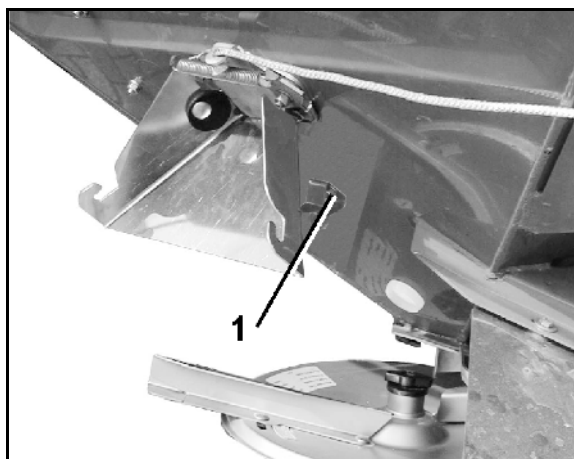
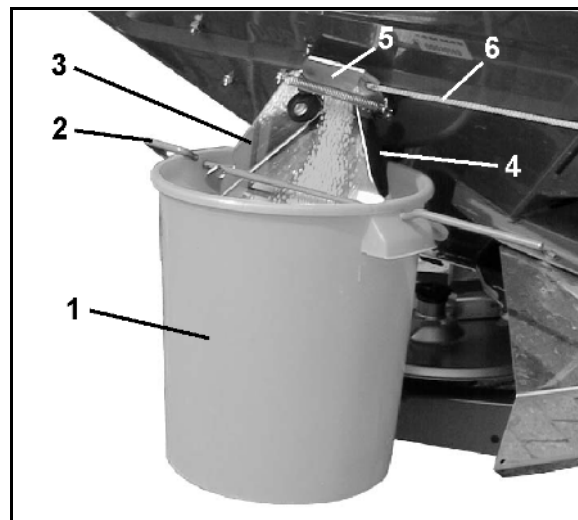

Рис. 60
Рис. 62
1. Підвісьте збірну ємність (Рис. 62/1) за допомогою скоби (Рис. 62/2) до випускного жолоба (Рис. 62/3). Зафіксуйте збірну ємність в затискному пристрої (Рис. 62/4 і Рис. 60/1).
2. Повністю відкрийте бічну заслінку (Рис. 62/5) випускного жолоба приблизно на 5 с за допомогою троса (Рис. 62/6) (для забезпечення рівномірного потоку добрива). Зібрану при цьому кількість добрива висипте назад у розкидач.